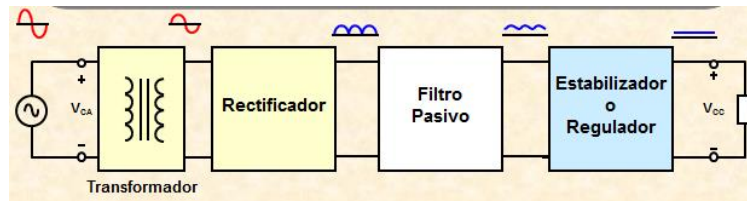
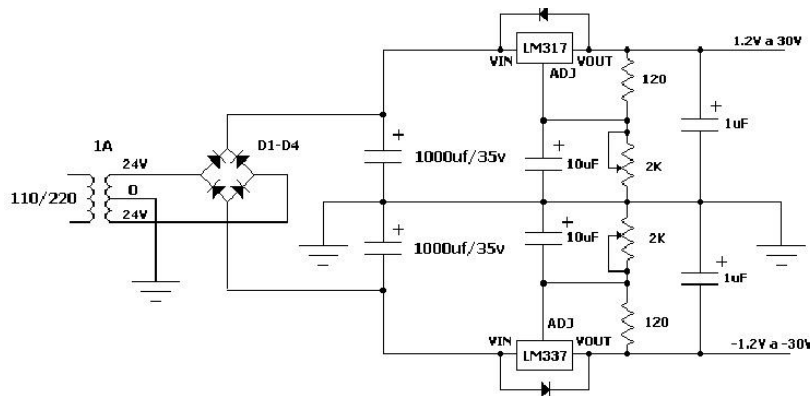

Figura 01. de una fuente de
Figura 02. Circuito fuente de alimentación simétrica variable.
**5.1 Fuente de alimentación simétrica regulada.-** Simular el circuito de la figura 02 en Proteus, armar el circuito en la placa de prototipos, identificar las etapas de la fuente de alimentación y verificar las formas de onda en cada etapa del circuito, contrastándolas con las del diagrama en bloques de la figura 01.